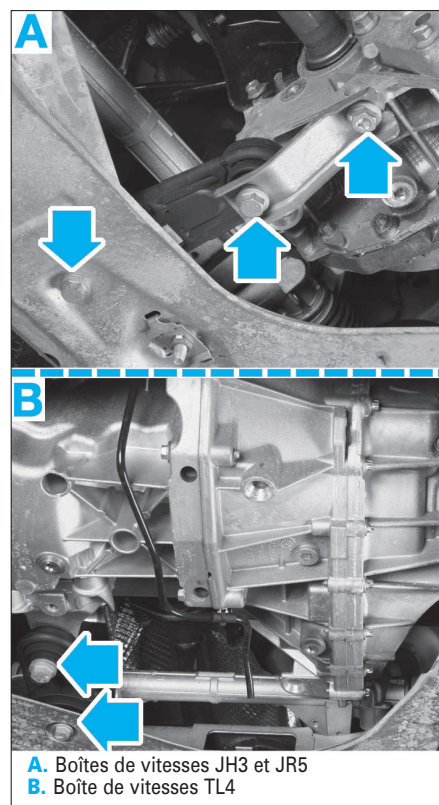

FIG. 5
- Déposer la biellette de reprise de couple (Fig.5).